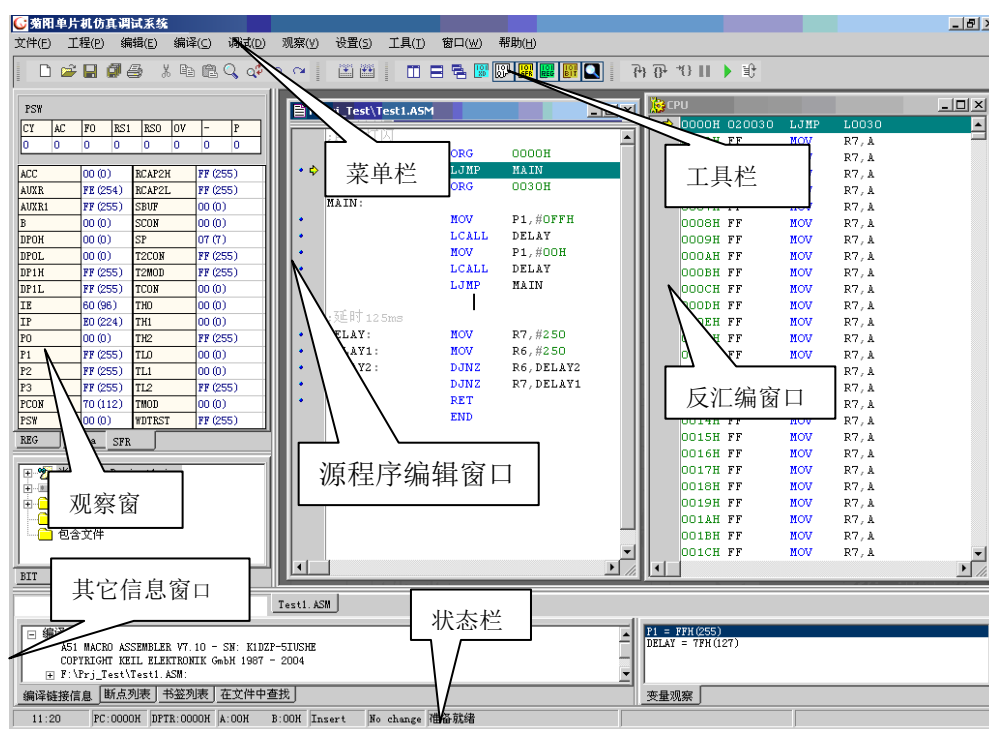

图 4-1 仿真调试软件 JY2X00 的主窗口
- 调试时的窗口主要由菜单栏、工具栏、工程管理窗、数据观察窗、源程序窗、CPU 反汇编窗、其它信息窗以及状态栏等组成，如图 4-1 所示。
按快捷键执行命令可以免去打开菜单再选命令的繁琐过程，例如在调试过程中需要连续运行程序可以按 F9 键。常用的快捷键如图 4-1。注：不是每一条命令都有快捷键。